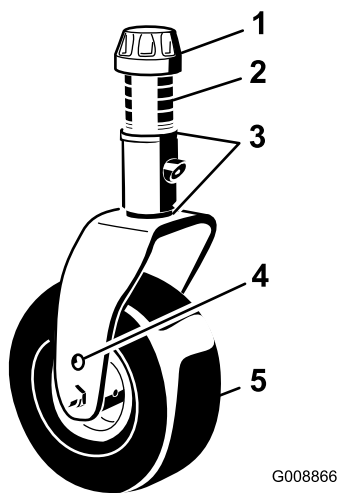

Figure 30
3. Ajoutez ou retirez des cales de 3 mm sur la fourche d'une ou de plusieurs roues pivotantes pour que la hauteur de coupe corresponde à celle indiquée sur l'autocollant (Figure 30) ; voir Réglage de la hauteur de coupe \(page 28\).